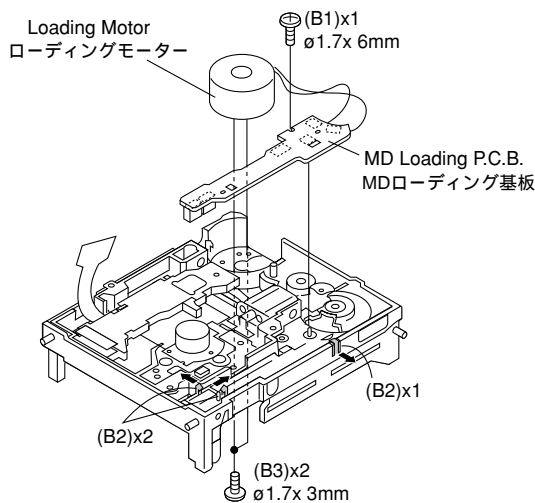

Fig. 8
**Removal of MD Loading P.C.B./Loading Motor (Fig. 8)**
MDローディング基板 / ローディングモータの外し方 (Fig. 8参照)